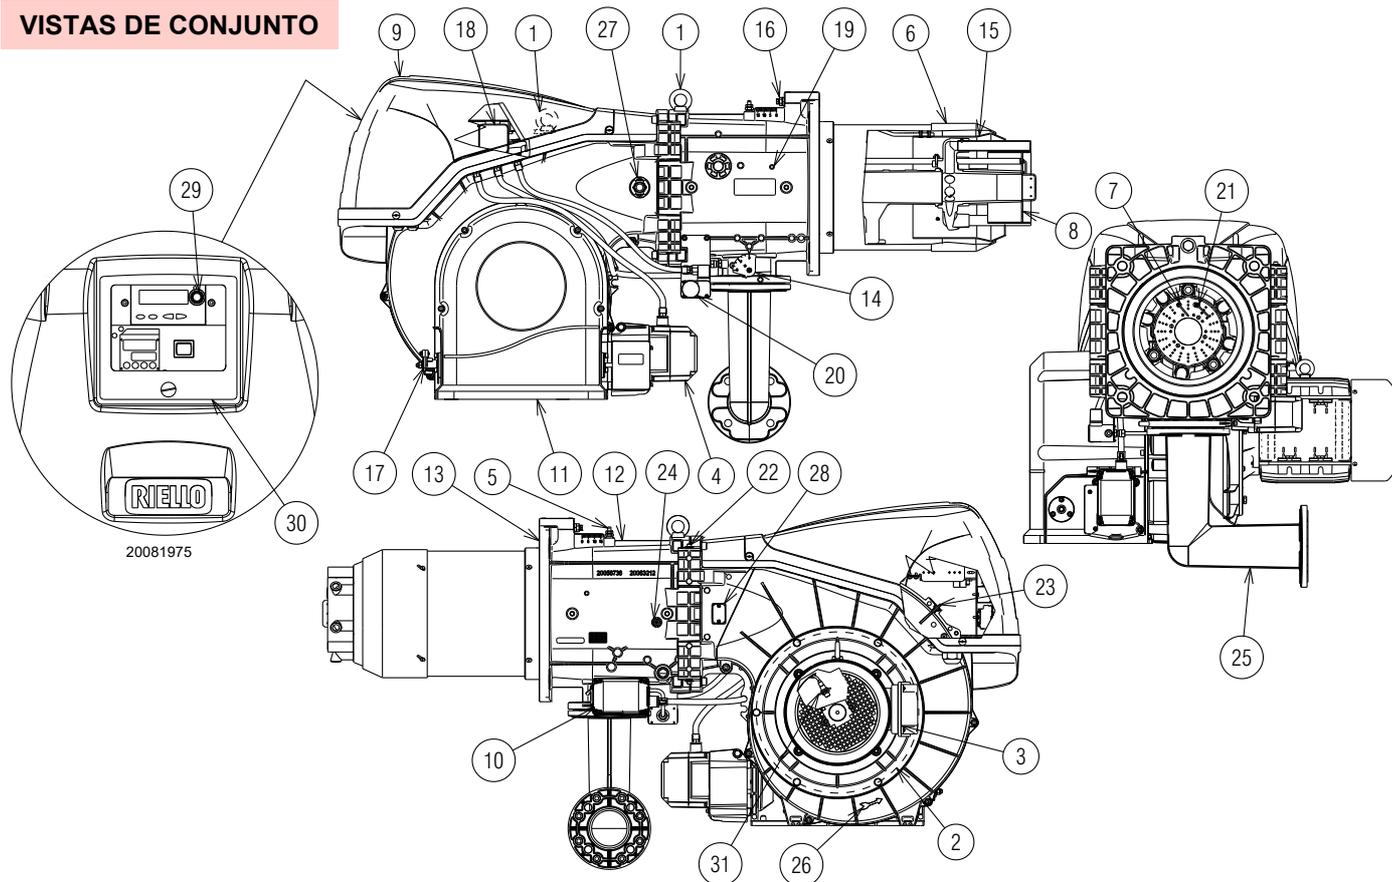

Fig. 5
- (1) Condiciones de referencia: Temperatura ambiente 20°C - Temperatura gas 15°C - Presión barométrica 1013 mbar - Altitud s.n.m. 0 m.
- (2) Presión en el conector hembra del presostato 5)(Fig. 5 en la pág. 13) con presión cero en la cámara de combustión y a la potencia máxima del quemador.
- (3) Presión sonora medida en el laboratorio de combustión del fabricante, con quemador en funcionamiento en caldera de prueba, a la potencia máxima. La Potencia sonora se mide con el método "Free Field", previsto por la Norma EN 15036, y según una precisión de medición "Accuracy: Category 3", como se describe en la Norma EN ISO 3746.